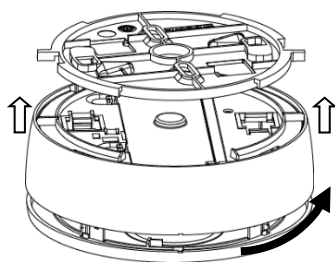

Figura 10
7. Collegare il rivelatore alla staffa di fissaggio e ruotare il rivelatore in senso orario per fissarlo (*vedere Figura 10*).